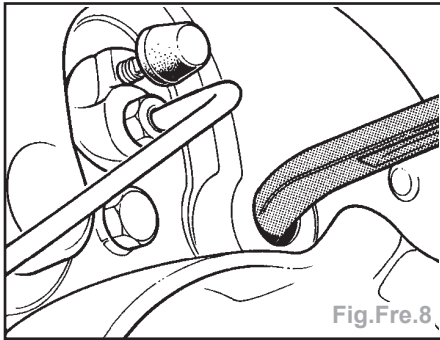

Fig.Fre.8
- Faire revenir en arrière la molette de réglage en introduisant un levier de réglage à travers le regard du plateau de frein (Fig.Fre.8).